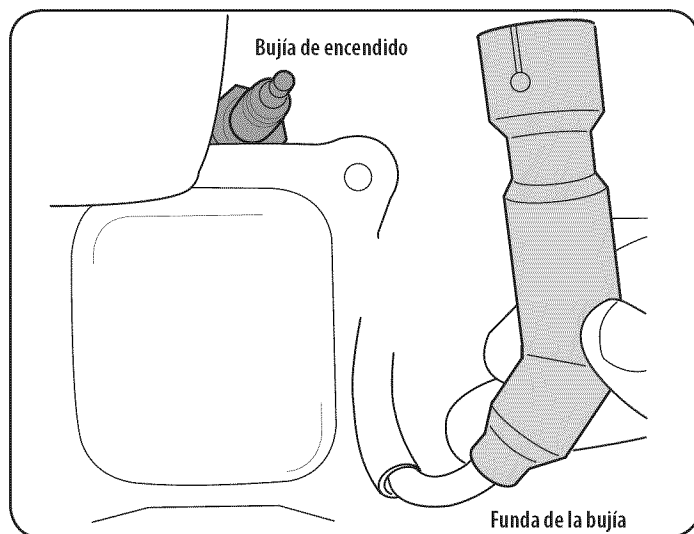

Figura 19
- Retire el tapón de drenaje de aceite. Vea la Figura 19.